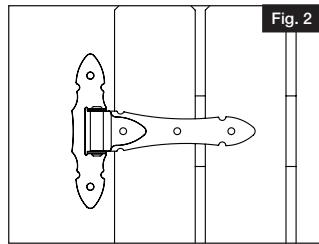

Fig. 2
- a. Alinee la bisagra con el travesaño de soporte en la parte posterior del portón para que los tornillos entren en el travesaño (Fig. 2).